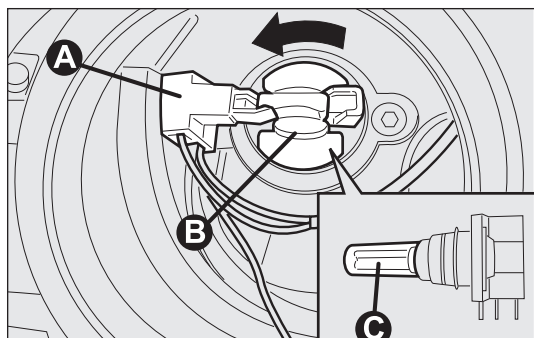

fig. 183
- Koppla ifrån det elektriska kontaktdonet A-fig. 183.
- Vrid lamphållaren B-fig. 183 moturs och ta ut enheten.